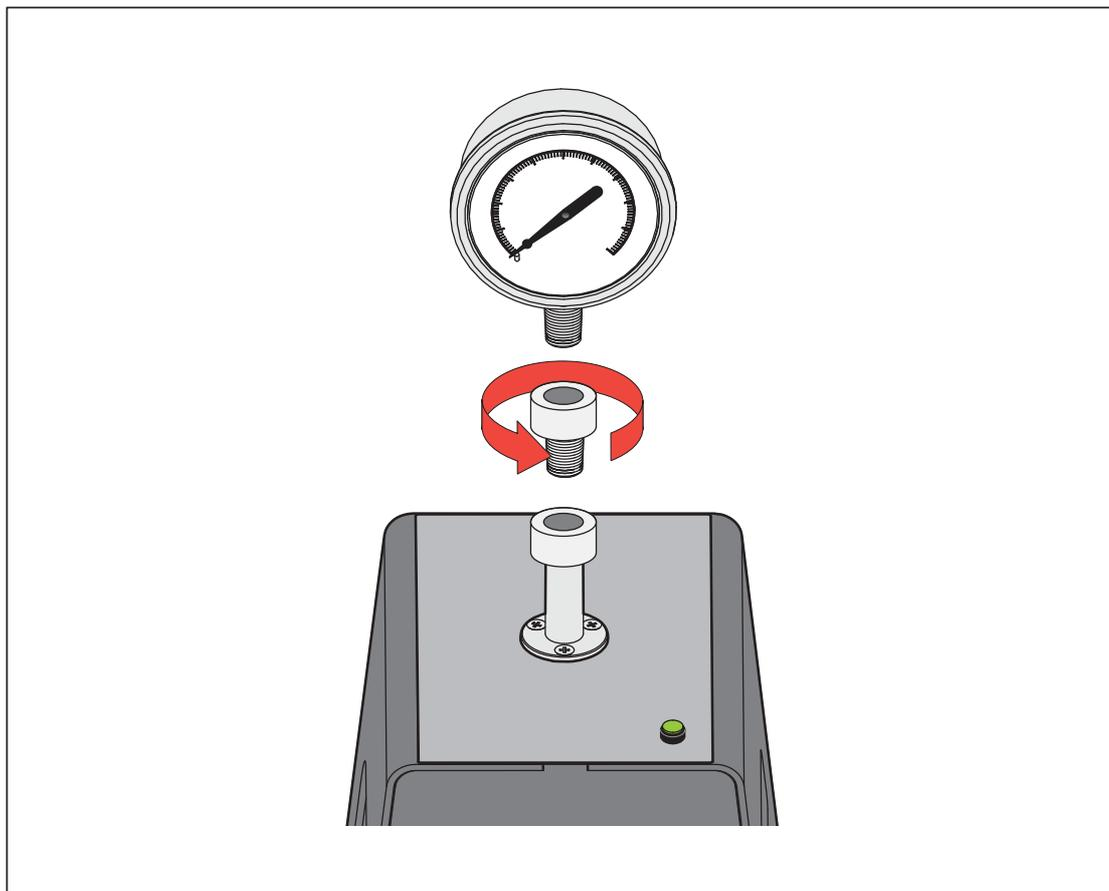

Рис. 18. Навинчивание на переходник манометра
1. Навинтите соответствующий переходник манометра на проверяемое оборудование, см. Рис. 18.